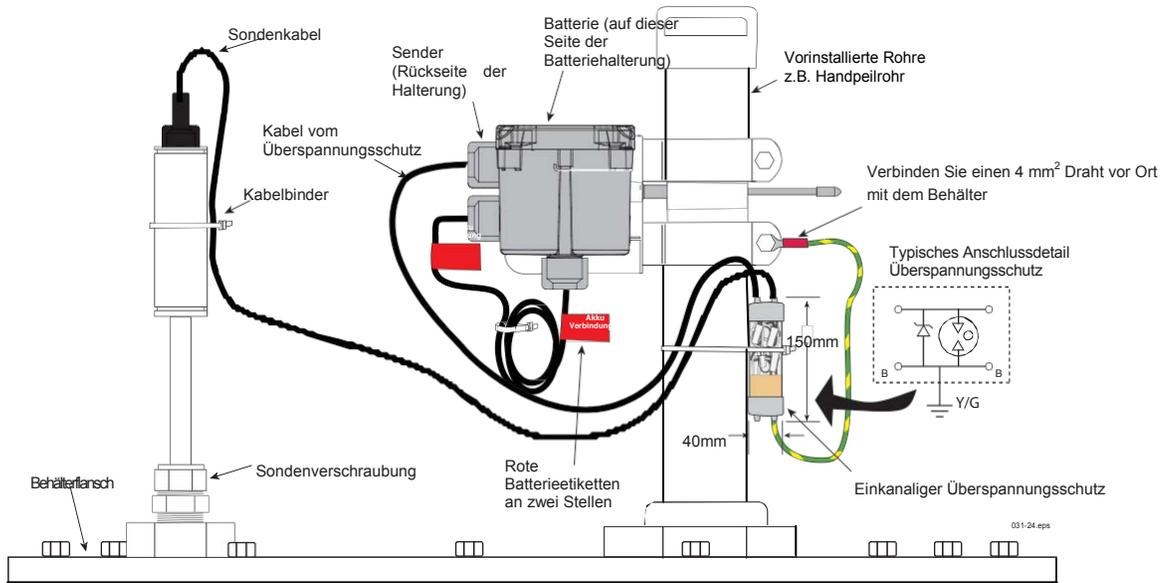

Abbildung 24. Beispiel für eine Funkinstallation mit Sondenverschraubung und einkanaligem Überspannungsschutz
Ist ein Überspannungsschutz erforderlich, so muss die Errichtung möglichst kurz vor Eintritt der Leitung in einen Sensor erfolgen. Beide Klemmleisten können entweder als Eingangs- oder Ausgangsklemmen benutzt werden. Es muss nicht auf eine Polarität geachtet werden. Für die Verbindung zum Potentialausgleich (PA) ist eine äußere Anschlussklemme vorgesehen. Schließen Sie die Drähte jedes Kabels wie in Abbildung 24 gezeigt an.